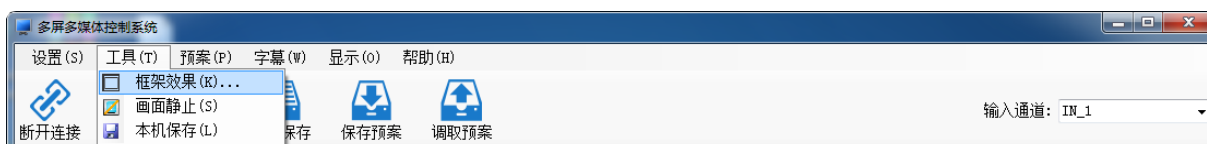

图 2.5.1 进入框架效果设置界面
- 1) 进入“框架效果”设置界面，在软件主界面的菜单栏点击“工具”，在出现的下拉菜单中点击“框架效果”，进入框架效果设置界面。如图 2.5.1 所示。